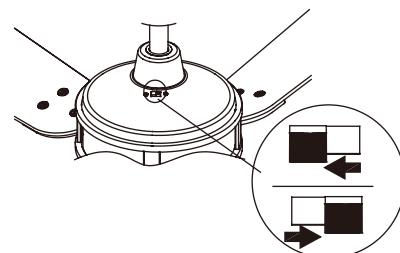

Fig. 28
**Fonctionnement par temps chaud :** Vers l'avant (dans le sens inverse des aiguilles d'une montre) Un flux d'air descendant crée un effet de refroidissement. Cela vous permet de régler votre climatiseur sur un réglage plus chaud sans affecter votre confort général. (Fig. 28)
**Fonctionnement par temps froid :** Inverser (dans le sens des aiguilles d'une montre) Un flux d'air ascendant crée de l'air chaud ou dans les zones du plafond. Cela vous permet de régler votre climatiseur sur un réglage plus froid sans affecter votre confort général. (Fig. 28)